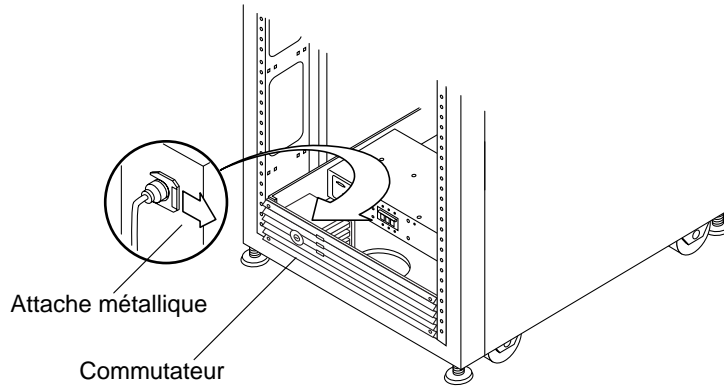

FIGURE 10-4 Retrait et réinstallation d'un commutateur
### 2. En vous tenant à l'arrière du commutateur, à l'intérieur du système de stockage, faites glisser et retirez l'attache métallique qui fixe le commutateur au système de stockage à l'aide d'une pince à bec effilé (FIGURE 10-4).
2. En vous tenant à l'arrière du commutateur, à l'intérieur du système de stockage, faites glisser l'attache métallique sur l'encoche du commutateur pour le maintenir en place (FIGURE 10-4).